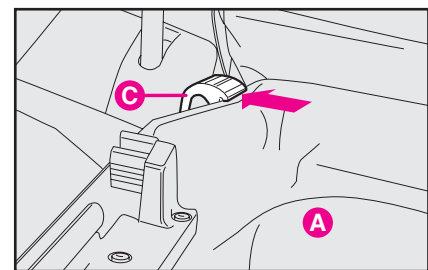

рис. 125
3) Скрепите обе части полки резиновыми скобками **C** (рис. 125).